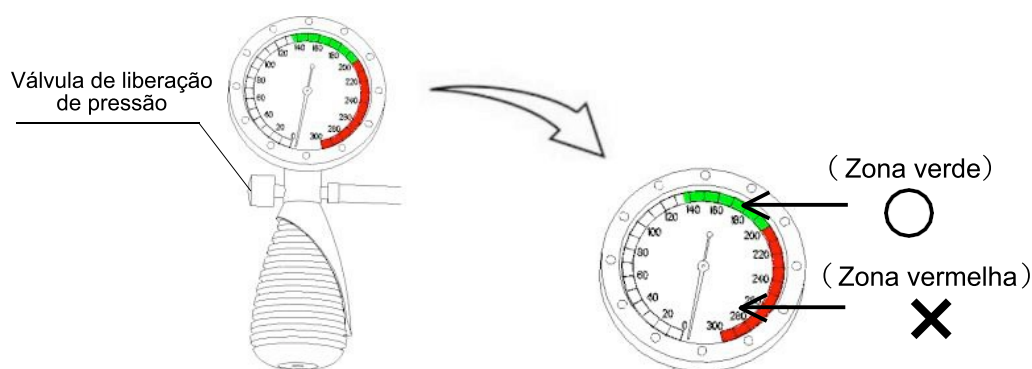

Fig 7.6
- A pressão não deve exceder 200 mmHg. Se a pressão aumenta muito, pode danificar o endoscópio. Aperte a válvula de liberação de pressão para descarregar o ar (como mostrado em Fig 7.6).